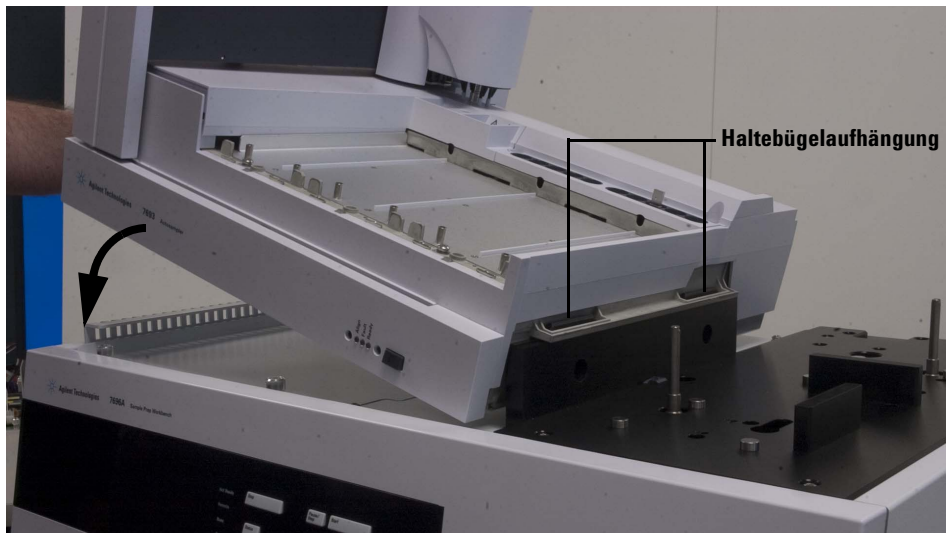

Abb. 12 Installation des vorderen Turms auf der Grundplatte
- 1 Platzieren Sie den Probeteller mit beiden Händen vorsichtig auf der Grundplattenbasis. Richten Sie die Haltebügelabhängung des Probetellers am Grundplattenhaltebügel aus (Abb. 12). Setzen Sie den Probeteller in einem Winkel auf, in dem die untere Aufhängung des Bügels in die passende Öffnung des Grundplattenhaltebügels einhakt. Achten Sie darauf, dass die Haltebügelabhängung des Probetellers am Grundplattenhaltebügel ausgerichtet ist.